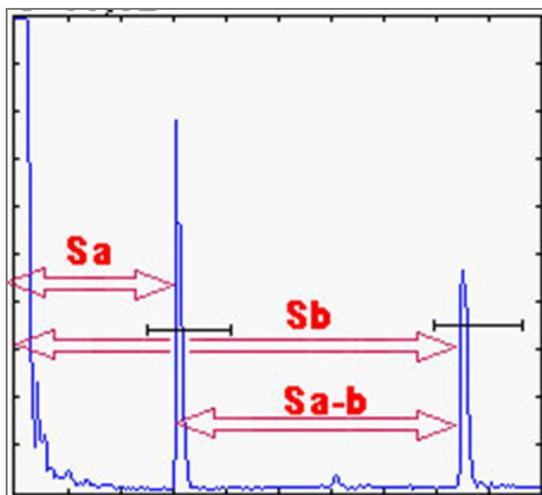

Рис.3-4 Измерение времени прохождения сигнала в призме по образцу СО-3
Картинка на экране дефектоскопа будет аналогичной показанной на рис. 3-4
4. Сигнал вновь проходит через призму и регистрируется прибором. Этот сигнал изображен на рис. 3.4 через расстояние S_a .
7. Пришедшие колебания отображены на рис.3-4 на расстоянии S_b .